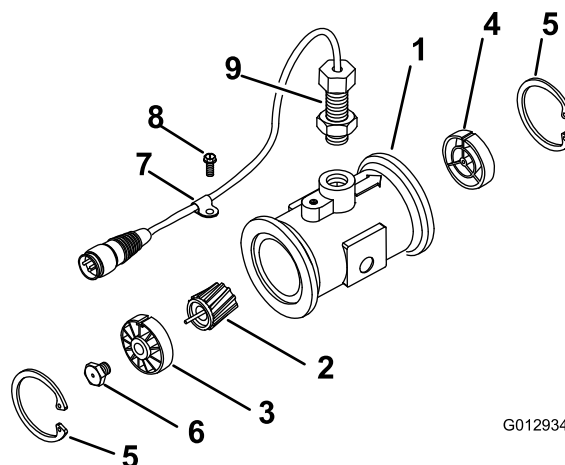

Figura 96
3. Retire o anel de retenção do lado superior (Figura 96).